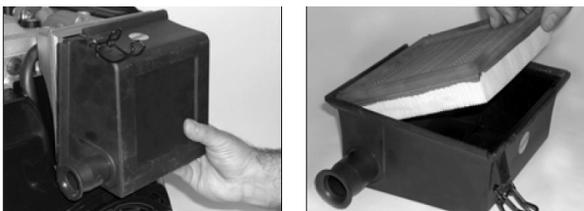

Abb. 30: Trockenluftfilter reinigen
Schritt 1: Öffnen Sie den Luftfilter und entfernen Sie das Element (Abb. 30).